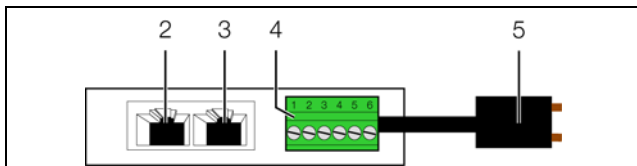

Рис. 2: Задняя сторона датчика утечки
- Подключите штекер сенсора к универсальному разъему (рис. 2, поз. 4).
- Соедините датчик утечки кабелем CAN-Bus с интерфейсом CAN-Bus Процессорного блока СМС III или с соседним компонентом в шине CAN-Bus (рис. 2, поз. 2).
- При необходимости подключите ко второму, свободному интерфейсу CAN-Bus датчика утечки (рис. 2, поз. 3) следующий компонент (например, датчик другого типа).